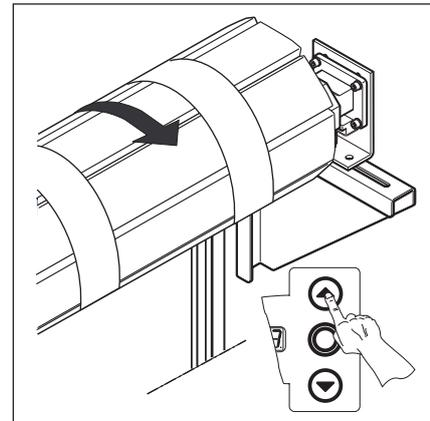

Abb. 6-8: Richtung *Tor-Auf* fahren, bis der Endschalter den Motor abschaltet
4. Den komplett aufgewickelten und gegen Abwickeln gesicherten Behang im Totmannbetrieb in Richtung *Tor-Auf* fahren, bis der voreingestellte Endschalter *Tor-Auf* den Antrieb stoppt (siehe Abb. 6-8).